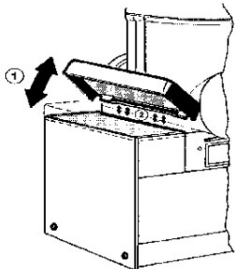

рис. 6
- 2-На модели MT 1P снимите боковой поддон, приподняв его внешнюю часть и сняв его с крюка, расположенного с противоположной стороны (см. рис. 6).